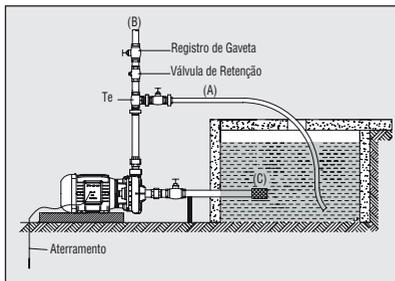

Figura 20 - Instalação Bomba MSA com sucção positiva
- Para o correto funcionamento da bomba, quando bombeando água com sólidos em suspensão, recomendamos colocar um Tê no bocal de recalque: em uma das extremidades, conecte um registro e acople uma mangueira (item A da Figura 20), direcionando-a de volta ao local de sucção para misturar as partículas ao líquido a ser bombeado e, na outra extremidade, a tubulação de recalque (item B da figura 20). Cuide para que a mangueira de recirculação fique afastada da tubulação de sucção evitando, desta maneira, a formação de bolhas de ar. Instale também um pré-filtro
(tipo cesto) (item C da figura 20) na sucção, a fim de impedir a passagem de sólidos de diâmetros maiores que os especificados na Tabela 6.